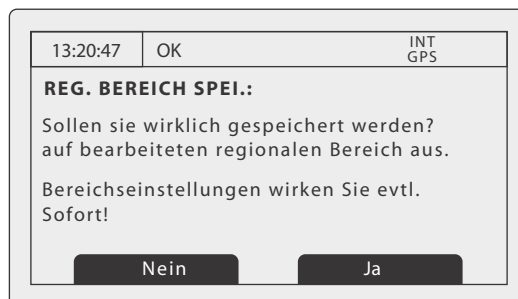

Abbildung 50 Bildschirm zum Bestätigen der Einstellungen für den regionalen Bereich
7. Sie werden aufgefordert, das Speichern der Einstellungen für den regionalen Bereich zu bestätigen, wie in Abbildung 50 dargestellt.